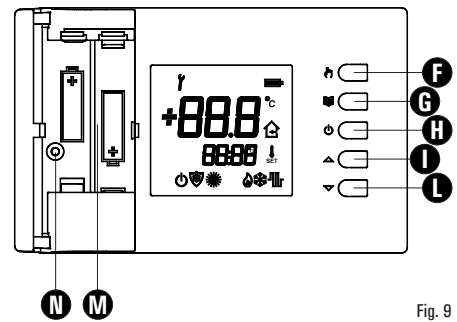

Fig. 9
- 6 Inserire le batterie nel vano batterie (N di Fig. 9); vedi paragrafo 'INSERIMENTO/SOSTITUZIONE BATTERIE'.